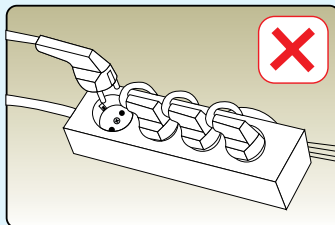

Abb. 11
- Stecken Sie den Stecker nicht in eine Mehrfachsteckdose, verwenden Sie kein Verlängerungskabel. (Abb. 11)